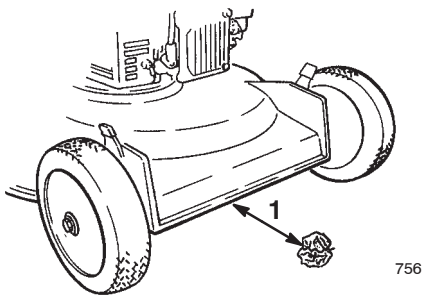

Figura 14
5. Tome media página de periódico y haga una bola con ella que sea lo suficientemente pequeña como para pasar por debajo de la plataforma (unos 76 cm de diámetro) tal y como muestra la Figura 14.